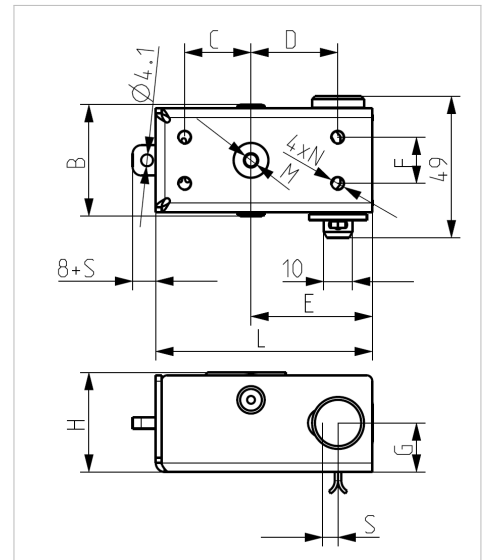

Abbildung 7: Abmessungen
- 1) Befestigung der Basis: Verriegelung über die dafür vorgesehenen Befestigungslöcher (M und N - Abbildung 7/Tabelle 1) von der Unterseite festschrauben. Die Schraubenlänge ist so zu wählen, dass die Schrauben nicht mit dem internen Bewegungsmechanismus kollidieren.